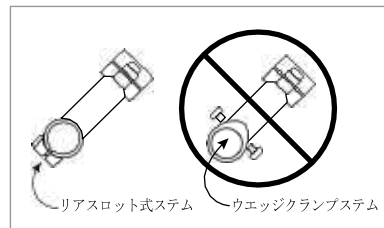

図 1
**▲警告:** カーボンステアラーにはリアスロット式クランプシステムのみを使用してください。ウエッジクランプシステムは故障の原因となりますので使用しないでください (図 1)。